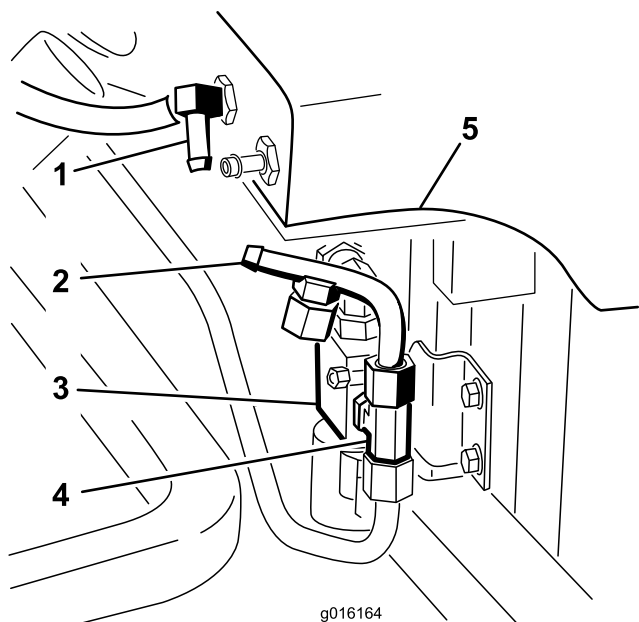

図 24
3. バルブの側部組みつけられたフィッティングに油圧ライン (4番) を取り付ける（図 24）。